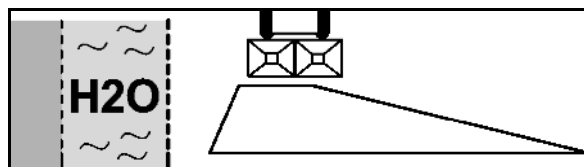

Fig. 48
2. Griovių barstymas pagal nutarimą dėl tręšimo (Fig. 48):